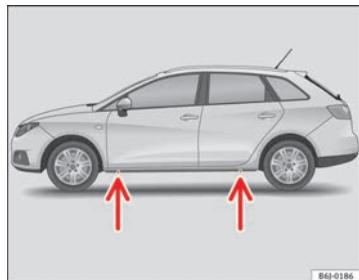

Fig. 146 Punti di appoggio per il cric
- Applicare il cric al longherone inferiore del veicolo nel punto di appoggio più vicino alla ruota da sostituire ⇒ fig. 146.
Sul montante inferiore sono segnati i punti a cui applicare il cric ⇒ fig. 146. Per ogni ruota esiste un unico punto di sollevamento. Non collocare il cric in altri punti.